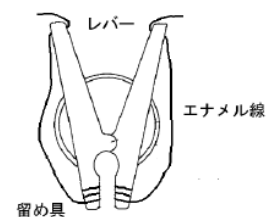

図 1
- (1) エナメル線の先端部分のエナメルを写真 6 のように紙ヤスリで剥がす。
- (2) 約 20cm に切断する。
- (3) 切断した部分のエナメルを長さ約 5cm ほど剥がす。
- (4) 洗濯ばさみの留め具の部分を写真 7 のように固定し、図 1 のようににエナメル線を巻き付ける。